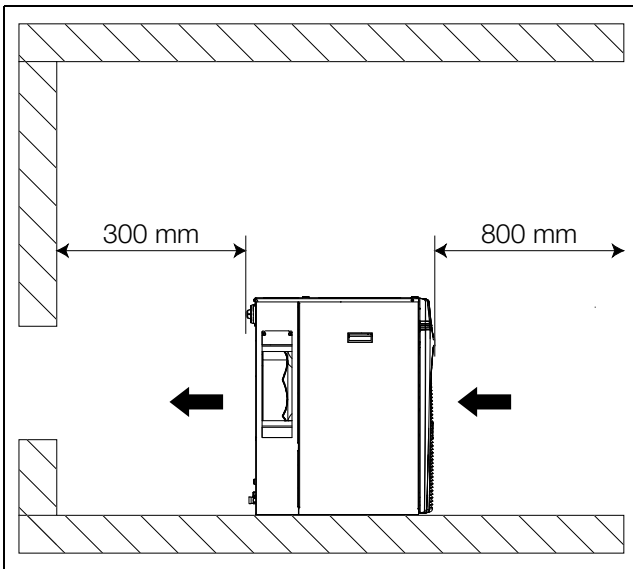
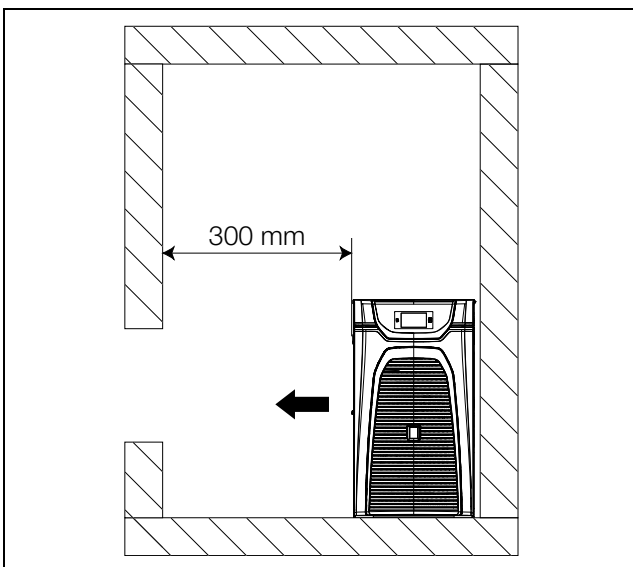

Abb. 27: Mindestabstände vorne/hinten
Abb. 28: Mindestabstände seitlich
- Zum ungehinderten Ausströmen der warmen Abluft muss wenigstens **eine** der Öffnungen (links bzw. rechts) frei zugänglich sein (vgl. Abb. 28). Um den Anschluss der Versorgungsleitungen sowie Wartungs- und Reparaturmaßnahmen zu erleichtern, sollten zudem die unter Abb. 27 angegebenen Mindestabstände eingehalten werden.
- Auch um einen „Luftkurzschluss“ (Vermischung von Zu- und Abluft) zu vermeiden und die volle Kälteleistung zu gewährleisten, sollten die unter Abb. 27 angegebenen Abstände eingehalten werden.